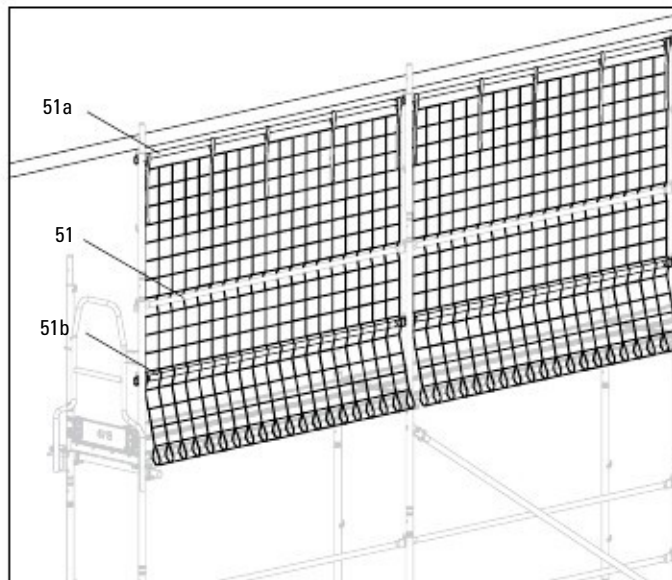

Fig. D2.07
- Както се вижда от скелето, мрежата трябва да виси пред предпазния парпет (51) и зад междинния парпет (51b).
- (Fig. D2.07 + D2.07a)